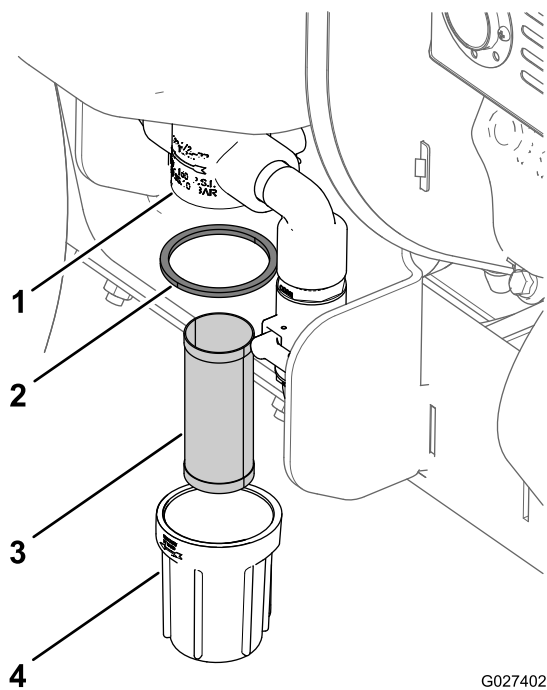

図 65
4. ストレーナのボウルを左に回してボウルとスクリーンをボディから外す 図 65。
7. ストレーナのボディにスクリーンを取り付ける 図 65。
8. ストレーナのボディにガスケットとボウルを取り付けてボウルを手締めする 図 65。